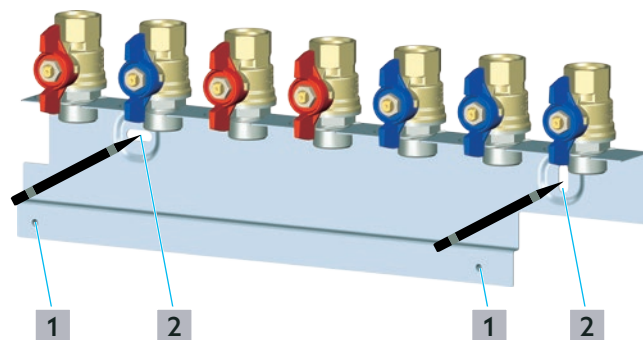

Abb. 6: Kugelhahnanschluss-Set montieren
- 5 Drehen Sie die Gewindestangen in das Halteblech (Position **1** in Abb. 6 auf Seite 8).